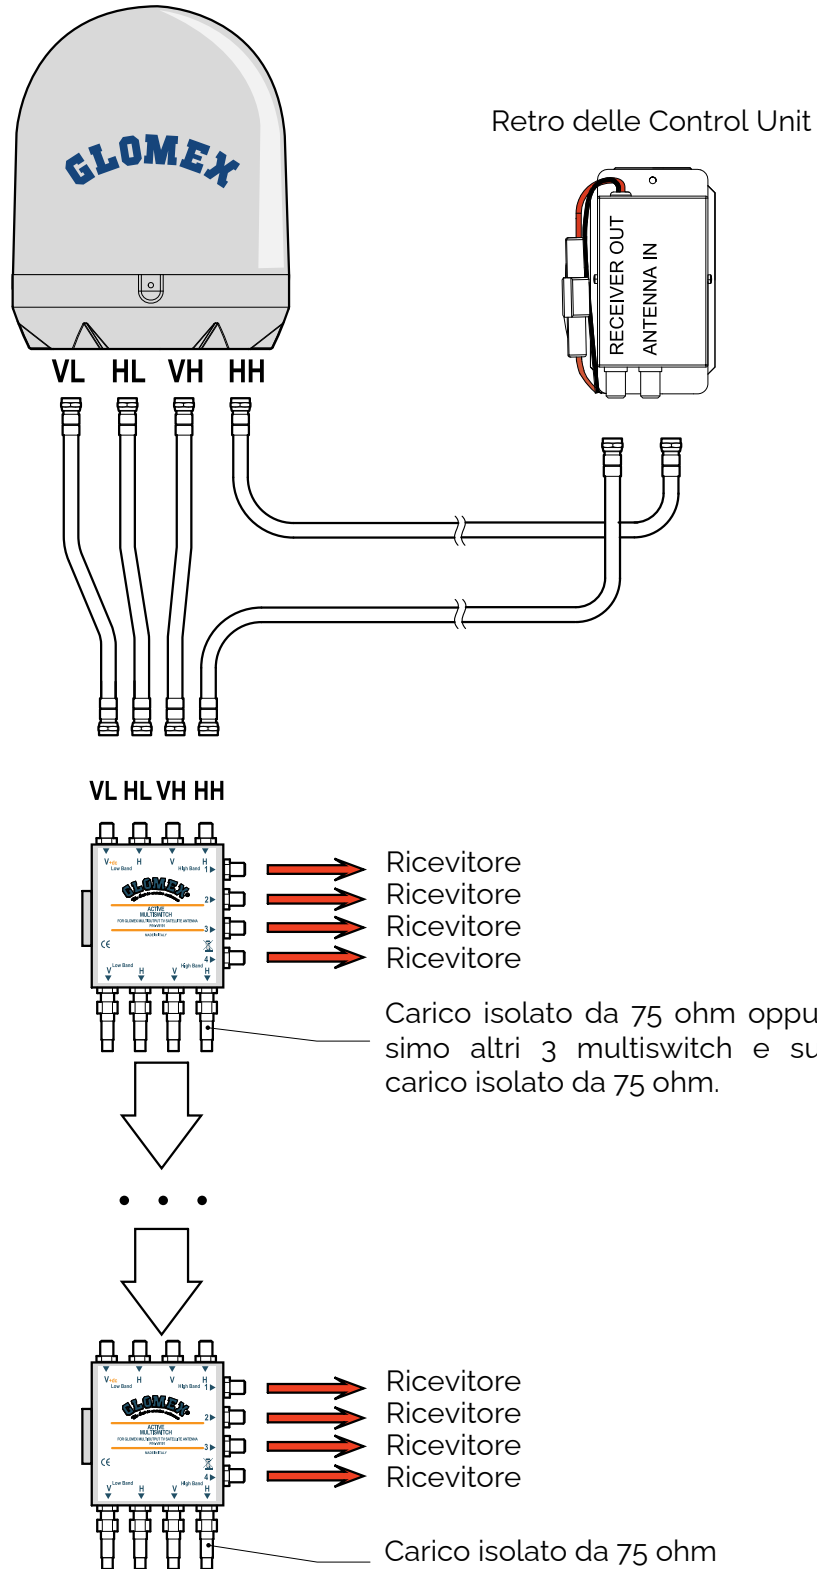

Fig. 29
- Per i modelli Vg104N, Vg804N e Vg804NSKEW che prevedono la presenza del multiswitch, cablare i cavi seguendo le indicazioni della **Fig. 29**.